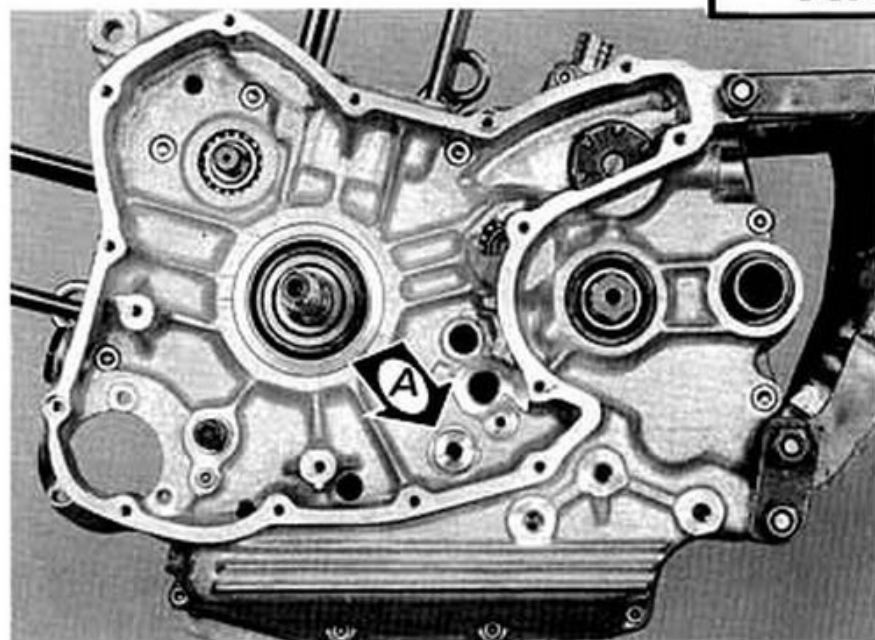

Fig. 91
Installare nel loro alloggiamento il pistoncino e la molla della valvola limitatrice pressione olio. Serrare a fondo il tappo a cava esagonale (A) (fig. 91).
Fit the ball and the spring of the oil pressure relief valve into their housings. Tighten the Allen plug (A) firmly (fig. 91).